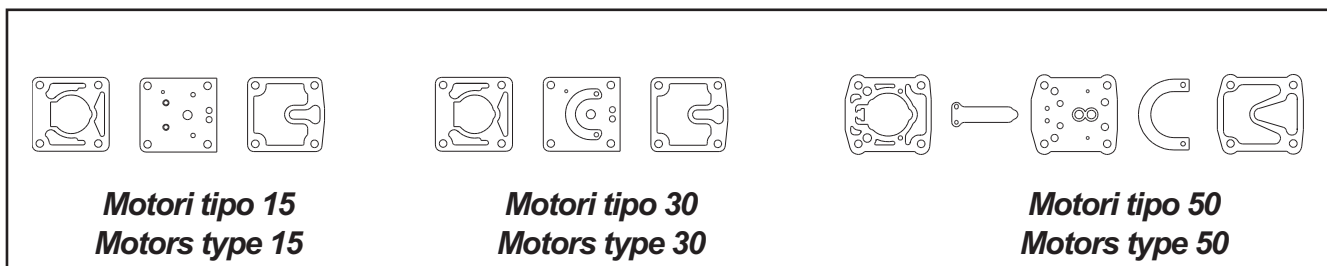

Fig. 12
- The defect can be due to a valve or a gasket break (Fig.12). Replace the damaged part immediately.
- Die Störung kann auf defekten ventilen oder Dichtungen (Abb.12) beruhen, das beschädigte Teil sofort auswechseln.